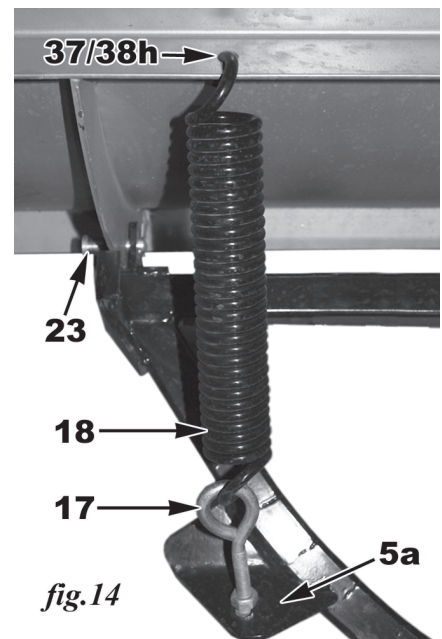

fig.14
11. Aligner les 3 points de fixation du cadre D avec les deux nervures centrales verticales de chaque panneau de lame ainsi que le double, rejoint nervures verticales dans le milieu de la lame (fig.14). Insérez les goupilles pour chaque point de fixation des nervures verticales sur l'arrière de la lame. Fixer les goupilles (23, fig.15) en place avec broches fendues (cotter pin) et plient afin qu'ils soient sécurisées en place.